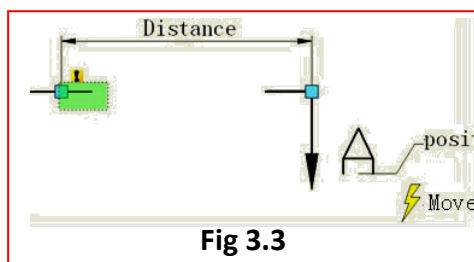

Fig 3.3
3. Określ obiekty, które będą obracać się tylko w akcji rozciąganie biegunowe (Rys. 3.3).